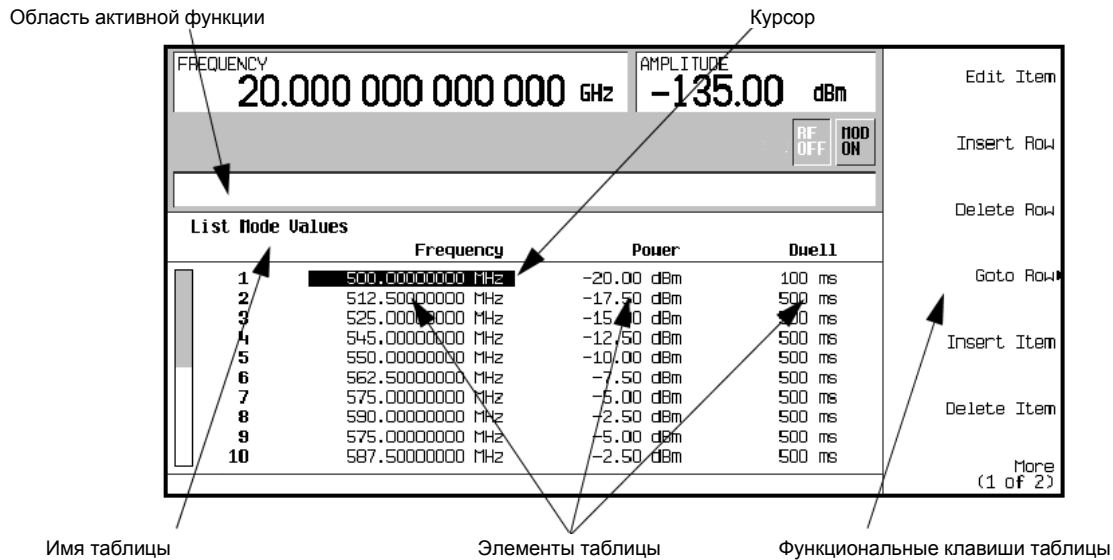

Рисунок 2-1
1. Откройте табличный редактор List Mode Values (**Рисунок 2-1**), если он еще не отображается на экране. Нажмите клавиши **Presets > Sweep/ List > Configure List Sweep**.
2. С помощью поворотной ручки или клавиш со стрелками поместите курсор на нужный элемент. На рисунке 2-1 выделен первый элемент в поле данных Frequency (**Рисунок 2-1**).